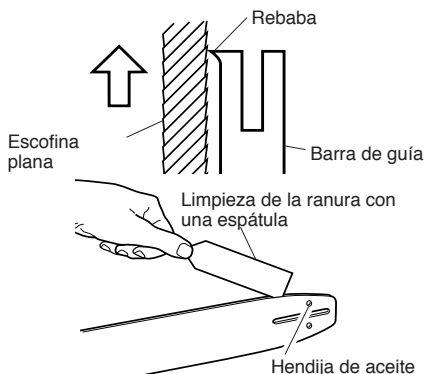

Figura 21 - Mantenimiento de la barra de guía
5. Retire el polvo y la tierra de la ranura de la barra de guía en forma periódica. Para ello, utilice una espátula o un alambre (vea la Figura 21).